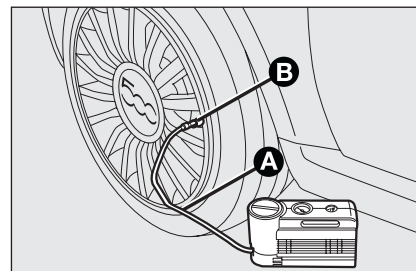

fig. 13
- ☐ Engatar o travão de mão. Desapertar a tampa da válvula do pneu, retirar o tubo flexível de enchimento A-fig. 13 e apertar o anel B na válvula do pneu;